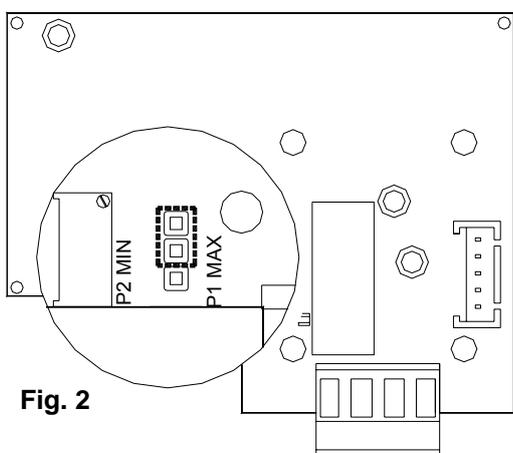

Fig. 2
Insérer le pont comme illustré dans la (fig. 2), la fréquence du moteur du ventilateur doit être égale à 149 Hz
-Lire la valeur de CO2 sur l'instrument, et si elle ne correspond pas à la valeur indiquée, agir sur la vis **V** (fig. 2 page 34) du venturi dans le sens des aiguilles d'une montre pour diminuer la valeur de CO2 et vice versa pour l'augmenter. Le mode « ramoneur » permet de bloquer la chaudière pendant 15 mn pour permettre les contrôles de combustion